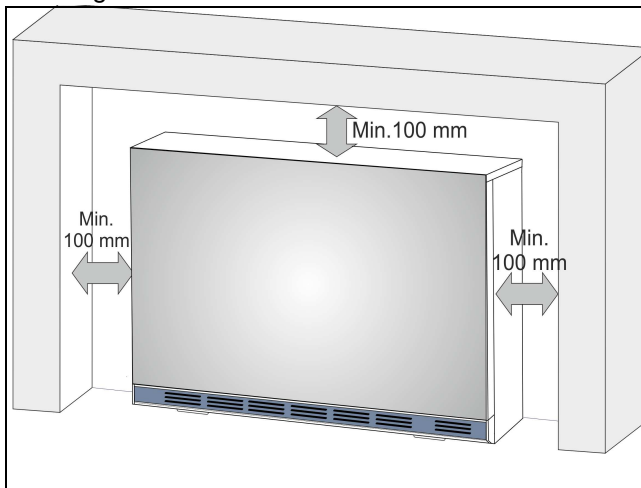

Abb.3: Mindestabstände
- Die beschriebenen Mindestabstände sind einzuhalten. (Abb.3)